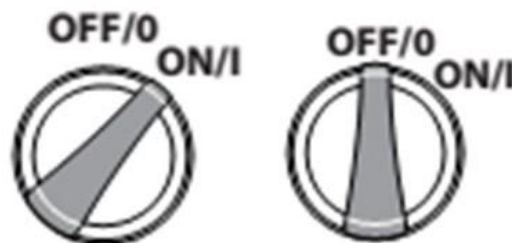

Fig.3
- Placez l'interrupteur d'alimentation sur la position «ON/I» (Fig.3)
- Placez l'interrupteur sur la position OFF/O (Fig.3)
- Coupez l'interrupteur d'alimentation (la position OFF) (Fig.3)